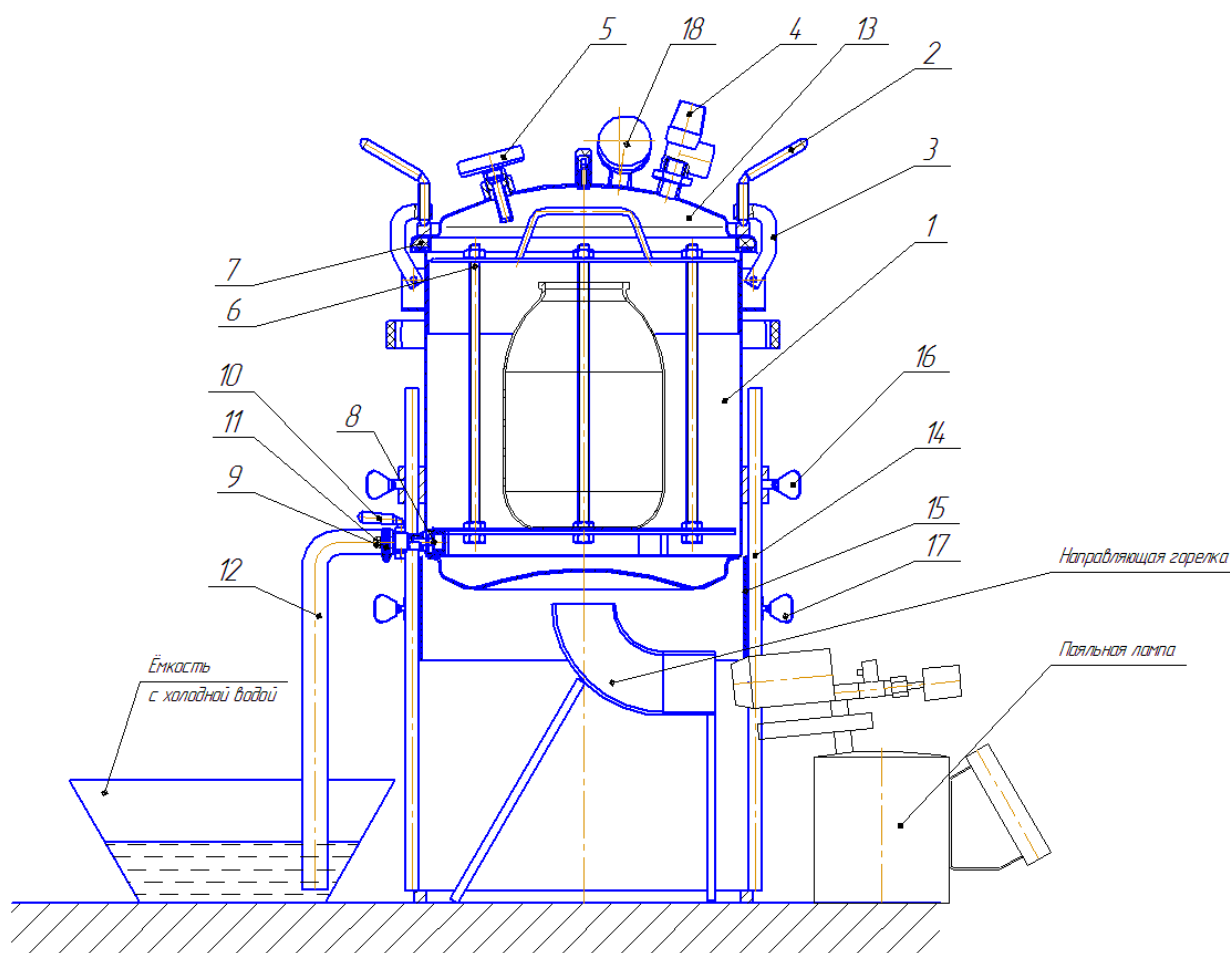
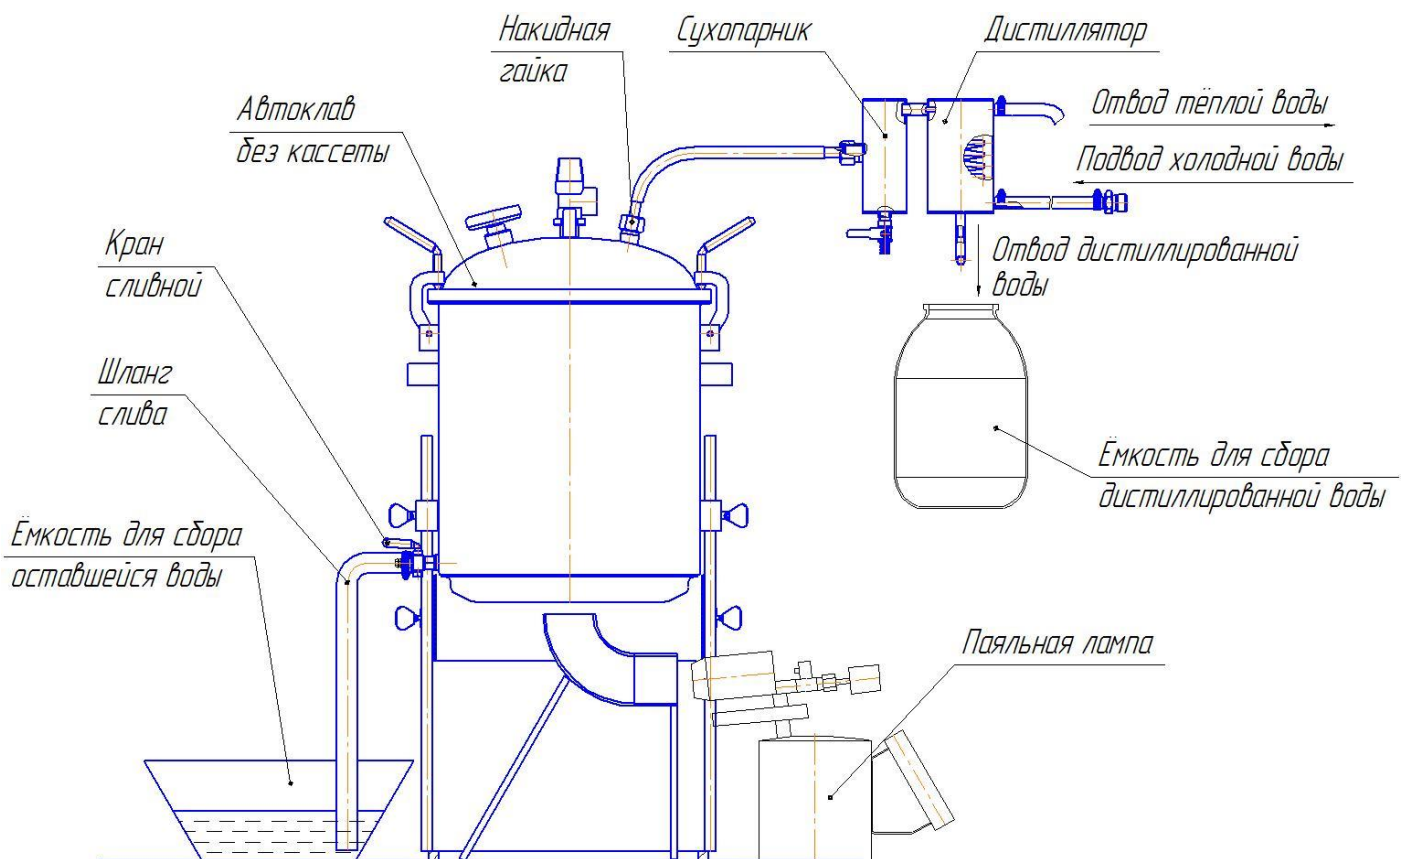

Рис. 1. Схема автоклава в сборе
Рис. 4 Автоклав в сборе с дистиллятором.
4.3. Для защиты от брызг и пара при сливе воды с температурой свыше 100 °С, конец шланга слива 11 (рис.1) опустить в ведро (или другую ёмкость) с небольшим количеством холодной воды (водяной затвор) и закрепить его (например, привязав шланг к ручке ведра), иначе возможны хаотичные движения шланга с выбросом пара и горячей воды во все стороны в первые минуты слива воды.
- не откручивать ручки 2 (рис. 1) крышки автоклава;
- при необходимости сбросить давление в автоклаве до полного прекращения выхода пара, повернув головку предохранительного клапана 4 (рис. 1) (для предотвращения попадания пара на руку надеть защитную перчатку);
- отвинтить ручки 2 (рис. 1), отбросить кронштейны 3 и снять крышку 12;
5.7. Снять крышку 13 (рис. 1), аккуратно опустить кассету с банками в корпус автоклава, так чтобы ножка кассеты не попала на аэратор.
5.8. Налить в корпус 1 (рис. 1) воду из-под крана или другого источника, уровень воды должен быть на 2 см ниже верхней кромки корпуса.
5.9. Установить крышку 13 (рис.1) на место. Набросить на крышку кронштейны 3 с ручками 2 (рис.1) и, равномерно крест-накрест затягивая ручки 2 прижать крышку к корпусу, причем ручки должны быть установлены в лунки на кольце крышки.
5.15. Поддерживать температуру стерилизации в течение времени, рекомендуемого в выбранном Вами рецепте. Контроль температуры осуществлять по стрелочному термометру 5 (рис.1), поддерживать её постоянной, регулируя силу пламени горелки. Время контролировать по часам. Для контроля давления и косвенно температуры, на крышке 13 установлен манометр 18. При показании манометра равном 2 bar, температура в автоклаве должна быть ~120°C. Если термометр показывает значительно меньше, то значит, он не исправен. Если термометр показывает температуру более 120°, а манометр показывает менее 2 bar и при дальнейшем нагреве начинает срабатывать предохранительный клапан, то значит, неисправен манометр.
- открыть кран 10 (рис.1) для слива воды, который снабжён дозирующим устройством (жиклёром 8), обеспечивающим слив воды за 20-30 минут, смотри пункт 4.3.
5.17. После остывания автоклава до 95°C повернуть головку предохранительного клапана 6 (рис.1) не достигая щелчка, дождаться сброса давления в автоклаве. Эти действия позволят продолжиться процессам: слива воды и более интенсивному остыванию кассеты с банками.
5.19. Отвинтить ручки 2 (рис.1), отбросить кронштейны 3, снять крышку 13.
5.20. Вынуть кассету 6 (рис.1) из автоклава и установить в безопасное место для дальнейшего остывания.
- 6.1. Убрать из автоклава кассету 6 (рис. 1).
- 6.5. Поставить крышку 12 на место, убедиться в правильной её установке. Набросить на крышку болты 3 с ручками 2 (рис.1) и, равномерно крест-накрест затягивая ручки 2 прижать крышку к корпусу.
- 6.6. Собрать дистиллятор (рис. 4), предварительно удалив заглушку с прокладкой 17 (рис. 1). Проверить плотность соединения гибкого металлического шланга, трубок и крышки автоклава.
6.11. При появлении пара из конца отводящей трубки открыть водопроводный кран и заполнить рубашку конденсатора водой до выхода её из сливной трубки (рис. 4).
6.12. При появлении первых капель дистиллированной воды из отводящей трубки (рис. 4) отрегулировать расход воды через конденсатор так, чтобы из отводящей трубки не выходил пар. Поддерживать постоянную температуру воды в корпусе автоклава регулируя силу пламени горелки.
6.13. При получении необходимого количества дистиллированной воды необходимо погасить горелку и дождаться прекращения процесса кипения в автоклаве. При этом перестает капать вода из отводящей трубки (рис. 4).